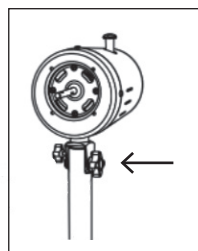

Fig. 2.3
- A continuación, apriete el pomo de ajuste de la inclinación (Fig. 2.3)